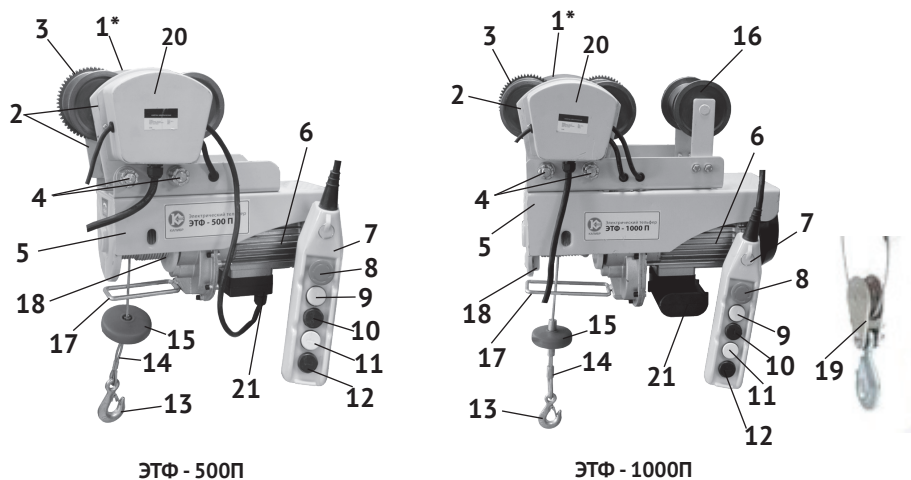
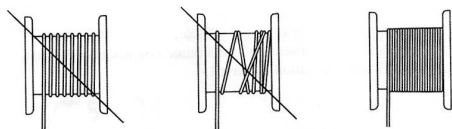

рис.1
рис. 2
4.1 Общий вид тельфера представлен на рис. 1
4.2 Основные механизмы тали (подъёмного механизма) тельфера (асинхронный двигатель, редуктор и барабан с многожильным тросом) закреплены на металлическом основании (рис.1 поз.5). Крутящий момент с якоря двигателя шестерёнчатый редуктором передаётся на ось барабана. Стальной многожильный трос (рис.1 поз.14), намотанный на ось барабана с закреплённым на нём крюком (рис.1 поз.13) является основным рабочим инструментом тельфера для подъёма/опускания груза.
На основании (рис.1 поз.5) тельфера закреплена каретка, обеспечивающая движение тельфера по двутавровой балке, для горизонтального перемещения груза. Два суппорта каретки (рис.1 поз.2), соединены резьбовыми шпильками и закреплены 4-я гайками (рис.1 поз.4). Уменьшая/увеличивая количество шайб на шпильке можно изменить расстояние между ведущими шестернями и ведомыми колёсами для надёжной установки каретки на двутавровой балке. Крутящий момент с якоря двигателя (рис.1 поз.1) передаётся через шестерёнчатый редуктор на ведущие шестерни каретки (рис.1 поз.3). Ведущие шестерни и, расположенные с противоположной стороны ведомые колёса, обеспечивают движение каретки по монорельсу.
Управление подъёмом/опусканием и горизонтальным перемещением груза осуществляется с подвесного пульта (рис.1 поз.7). Включение двигателя тали тельфера производится нажатием на одну из кнопок управления подъёмом/опусканием груза.
При нажатии и удержании кнопки (рис.1 поз.9), двигатель наматывает трос на барабан – груз движется вверх. При нажатии и удержании кнопки (рис.1 поз.10), двигатель сматывает трос с барабана – груз движется вниз. При нажатии и удержании кнопки (рис.1 поз.11), двигатель каретки перемещает её вправо. При нажатии и удержании кнопки (рис.1 поз.12), двигатель каретки перемещает её влево. Стрелками на кнопках указывается направление перемещения груза.
Для экстренной остановки двигателя на пульте установлена кнопка аварийного отключения (рис.1 поз.8) красного цвета. При нажатии на кнопку, она утопливается и концевой выключатель размыкает электрическую цепь – двигатели (тали и каретки) выключаются. Для возврата кнопки (замыкание цепи) её клавишу необходимо повернуть по часовой стрелке, до возвращения пружиной в исходное положение.
Ещё одним предохранительным механизмом при подъёме груза является рычаг ограничителя подъёма (рис.1 поз.17). Закреплённая на тросе (20-30 см над крюком) бобышка нажимная (рис.1 поз.15) сдвигает рычаг вверх, при этом двигатель тали (рис.1 поз.6) тельфера отключается.
Убедитесь, что трос тельфера правильно намотан на барабан (рис.1 поз.18), как показано на рис.2
При работе по первому варианту груз крепится на основной крюк (рис.1 поз.13).
- проверьте работоспособность кнопки аварийного отключения. Нажав и удерживая одну из кнопок «вверх» или «вниз», нажмите кнопку (рис.1 поз.8) на подвесном пульте. Двигатель тали должен отключиться, барабан остановиться;
**7.3** Перед каждым использованием производите проверку затяжки болтов крепления каретки к основанию, корончатых гаек (рис.1 поз.4) крепления резьбовых шпилек каретки, креплений полиспаста и подвески крюка. При необходимости подтяните соединения.